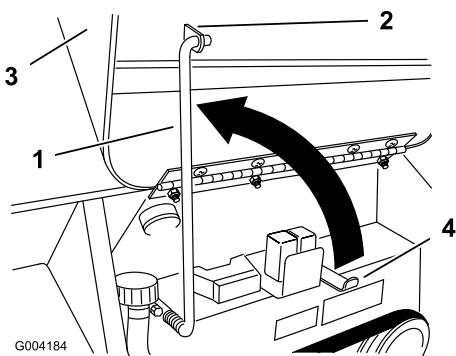

Figure 28
4. Relevez la béquille et engagez-la dans la patte sur le capot (Figure 28).